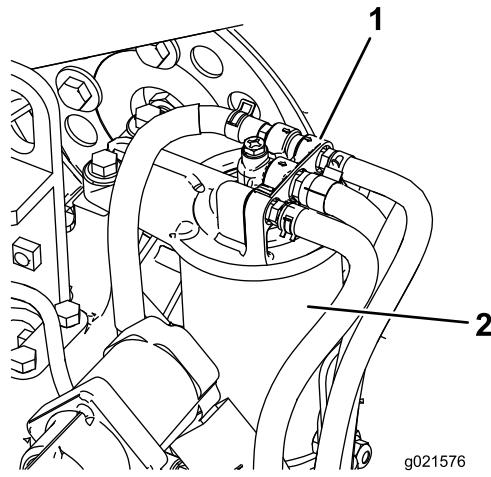

Bild 72
1. Reinigen Sie den Bereich um den Kraftstofffilterkopf (Bild 72).
2. Entfernen Sie den Filter und reinigen die Kontaktfläche (Bild 72).